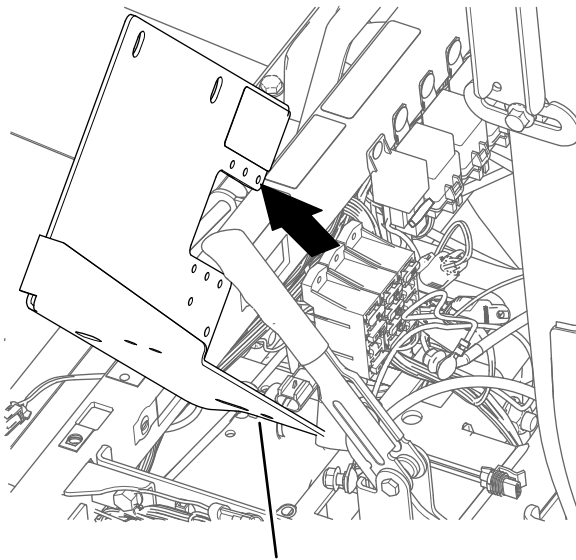

Bild 174
6. Nehmen Sie die Batteriehalterung von der Maschine ab (Bild 174).